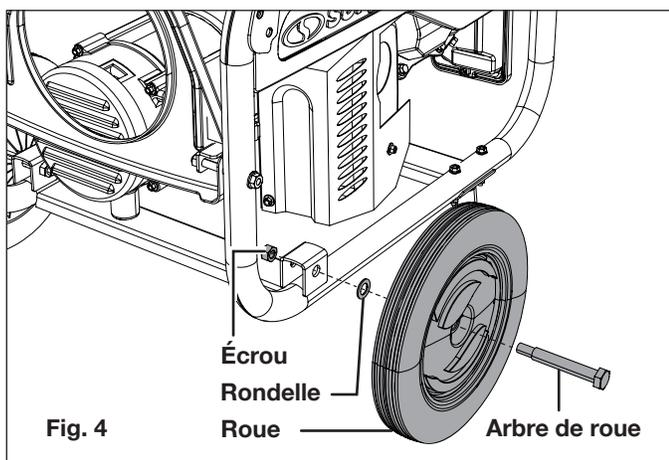

Fig. 4
- Faites glisser l'arbre de roue à travers le trou pratiqué au centre de la roue. Faites glisser une rondelle sur l'arbre, puis faites glisser l'arbre dans le trou de fixation de la roue, comme l'indique l'illustration. Attachez l'ensemble entier à l'aide de l'écrou. Serrez l'écrou (Fig. 4).